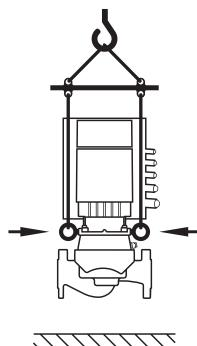

Fig. 8: Pumpun kuljetus
- Pumpun kuljetus on suoritettava käytäen hyväksyttyjä kuorman kiinnitysvälineitä (esim. nostotalja, nosturi jne.). Ne on kiinnitetävä moottorilaipassa oleviin kuljetussilmukoihin (Fig. 8, kuvassa: Nostolaite pystysuoralla moottoriakselilla).